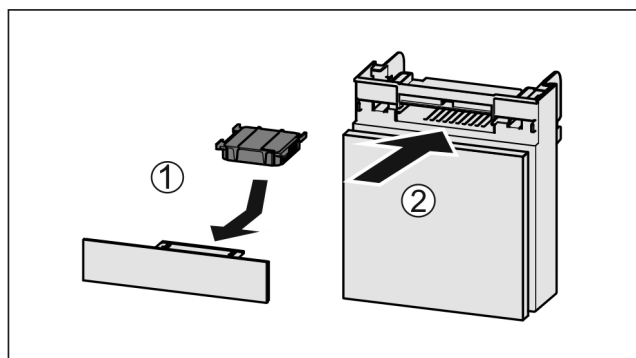

Fig. 176
- ▶ Aktivni ogljeni filter vstavite Fig. 176 (1) skladno s prikazom na sliki.
- ▶ Predal potisnite noter Fig. 176 (2).